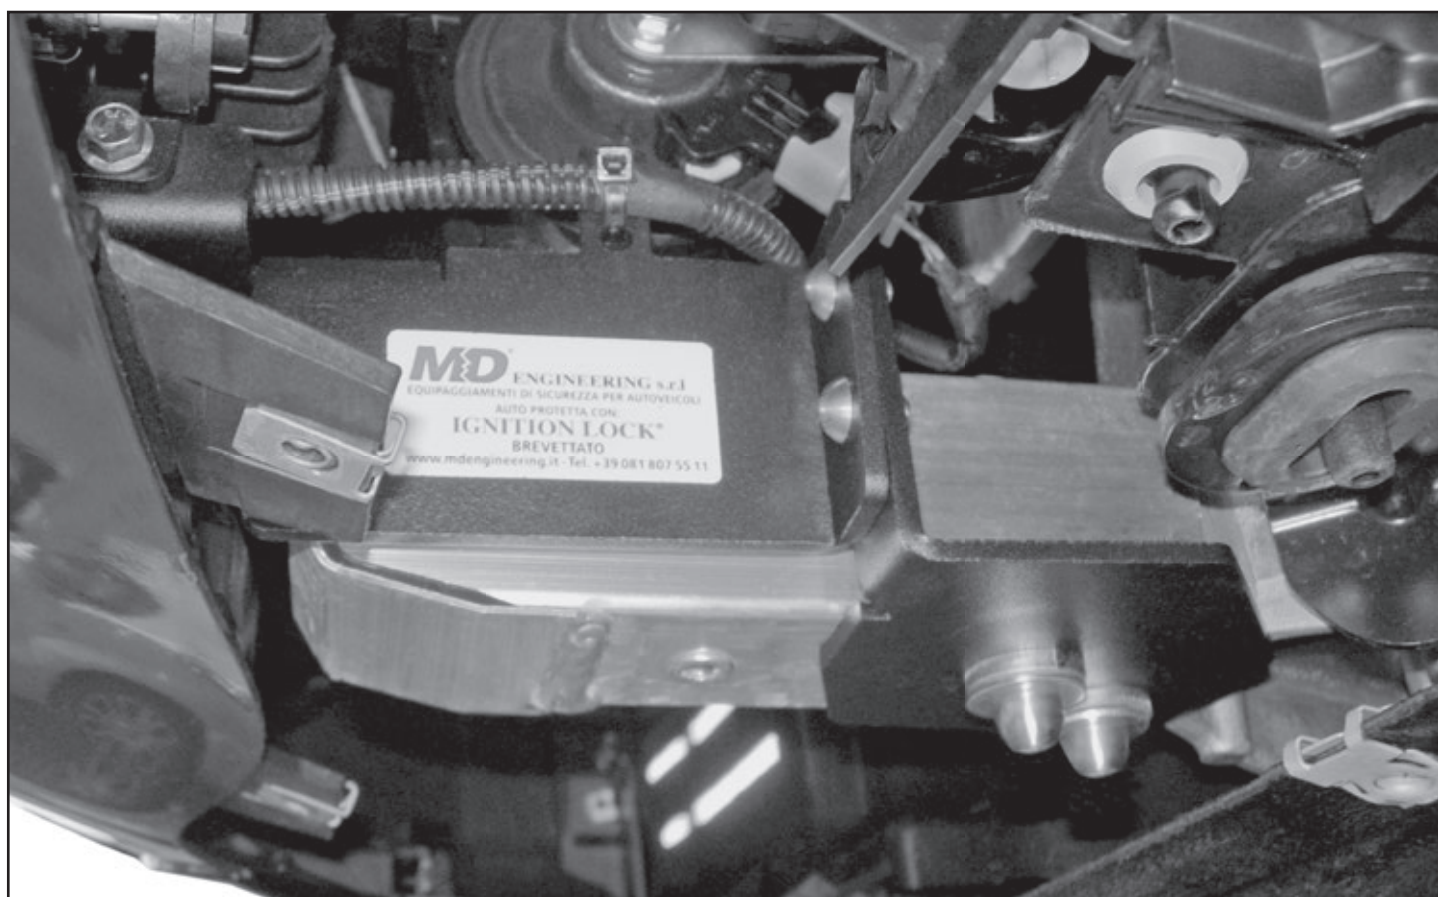

FIGURA 19
- **Nella figura 19** viene raffigurato il montaggio finale del kit protezione Radar su Alfa Romeo Stelvio.